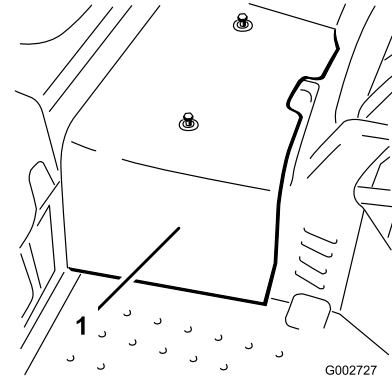

図 42
2. センターシュラウドを機体に止め付けているネジ2本を外してシュラウドを機体から取り外す (図 42)。